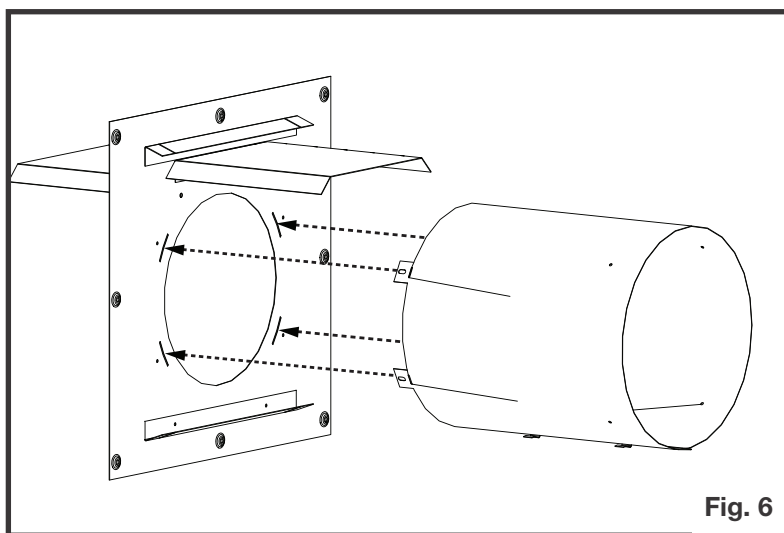

Fig. 6
6. Insérez les languettes des douilles d'évent dans les douilles d'espaceur de feuillard. Pliez les languettes de douille d'évacuation et fixez-la à l'entretoise de foyer avec 4 attaches fournies (**Fig. 6**).
6. Fixez le bouclier d'évacuation avec deux attaches (fournies) sur le cadre supérieur avant (Fig. 6).